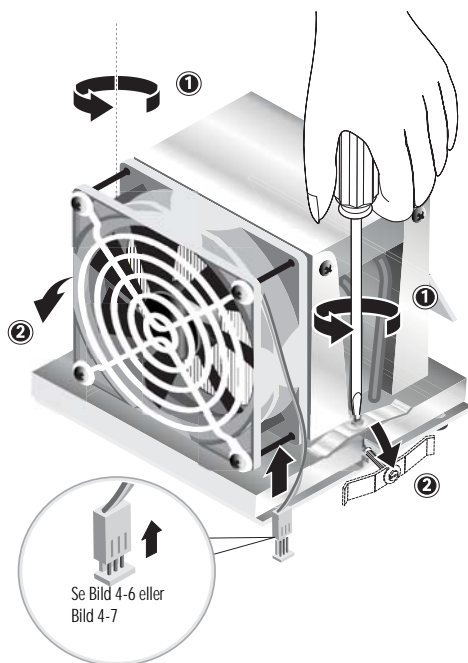

BILD 4-8 Lossa kylfläns- och fläktenhetens läsklämmor
5. Lossa de två skruvarna som håller fast kylfläns- och fläktenheten mot moderkortet (se (1) i BILD 4-8), och sväng därefter läsklämmorna utåt (2).